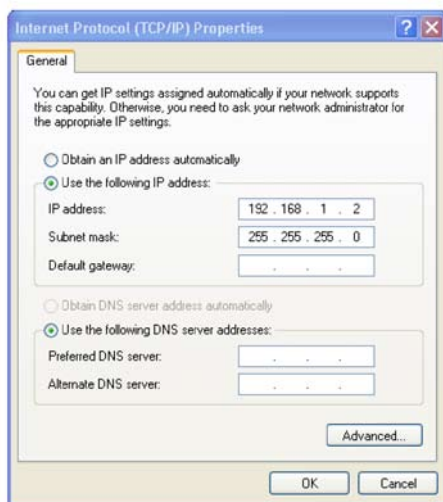

Рис. 4. Окно свойств интернет-протокола (TCP/IP)
6. Выберите **Use the following IP Address (Использовать следующий сетевой адрес)** и заполните поля в соответствии с рис. 4.